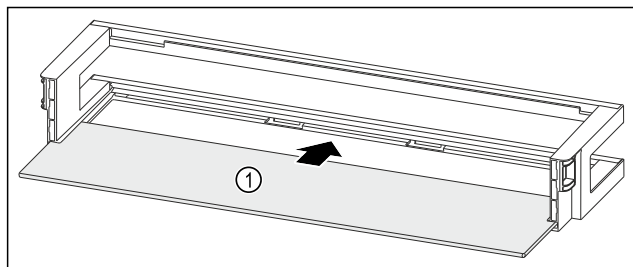

Fig. 94 Рафт на врата с рафт
- Вкарайте рафта Fig. 94 (1) в страничните прорези.